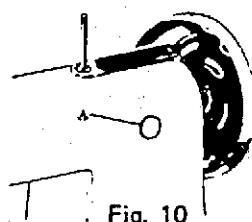

Fig. 10
- (1) Снимите резиновую пробку (A) с ручки машины (рис. 10).